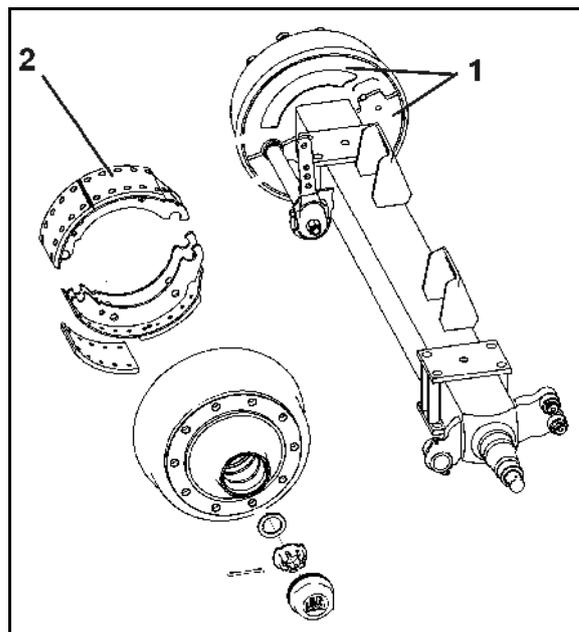

Fig. 83
1. Desenroscar las dos cubiertas protectoras (Fig. 83/1) de la parte interior del tambor de freno.
La suciedad procedente del exterior puede acumularse sobre los forros del freno (Fig. 83/2) y perjudicar seriamente al rendimiento de frenado.